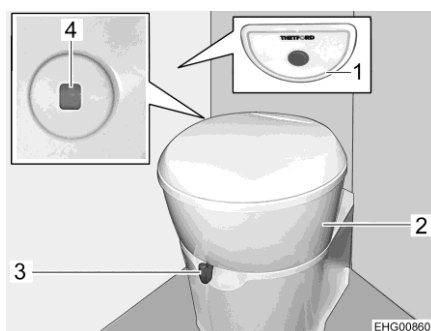

Fig. 68 Toilettes
Il est possible de tourner la cuvette dans la position souhaitée. Saisir pour ce faire le partie supérieur des toilettes (Fig. 68,2) des deux mains et tourner.
L'unité de commande avec le bouton de la chasse d'eau (Fig. 68,1) est positionné à proximité de la cuvette.
L'indicateur de niveau (Fig. 68,4) passe du vert au rouge quand le réservoir pour matières fécales doit être vidé.
- Avant d'actionner la chasse d'eau, ouvrir le curseur des toilettes. Pousser pour cela le levier du curseur (Fig. 68,3) dans le sens inverse des aiguilles d'une montre.
- Pour actionner la chasse d'eau, appuyer sur le bouton bleu (Fig. 68,1).